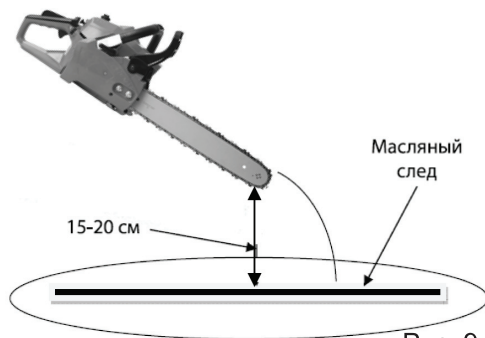

Рис. 9
2. Нажмите на курок газа до упора и дайте двигателю поработать примерно 10-15 секунд на максимальных оборотах. Под шиной должен остаться четкий масляный след (Рис. 9).